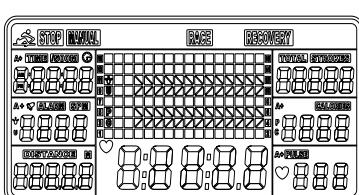
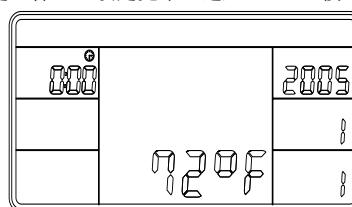

图 1
图 2
1. 安装 2 节 AA 号电池，发出一声长长的蜂鸣声，同时 LCD 全显示所有视窗（图 1）2 秒，然后进入 LCD 显示时间和日历模式（图 2）。